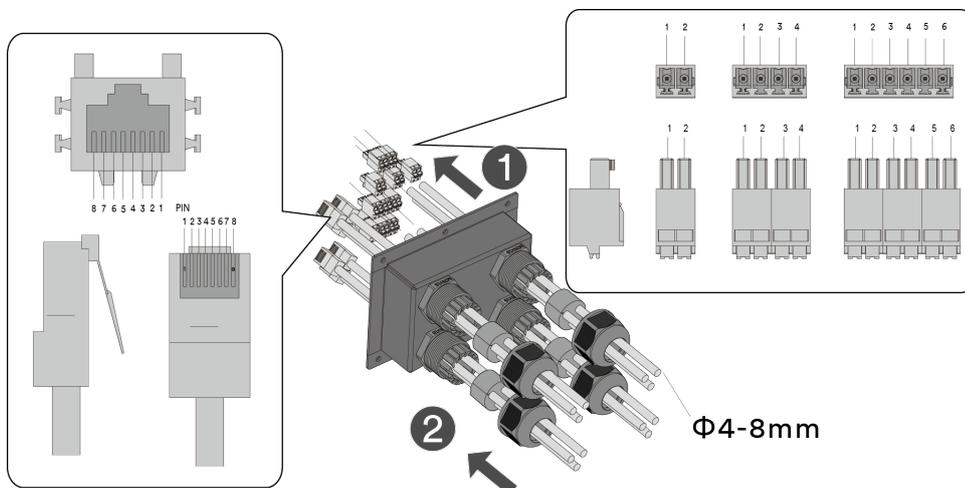

Abb. 52. Kommunikationsleitungen über Kabel
3. Führen Sie das Kommunikationskabel durch die Abdeckung und verbinden Sie es mit der Anschlussklemme. Die Reihenfolge der Kabelschuhe ist in der folgenden Abbildung dargestellt (siehe Abb. 52).